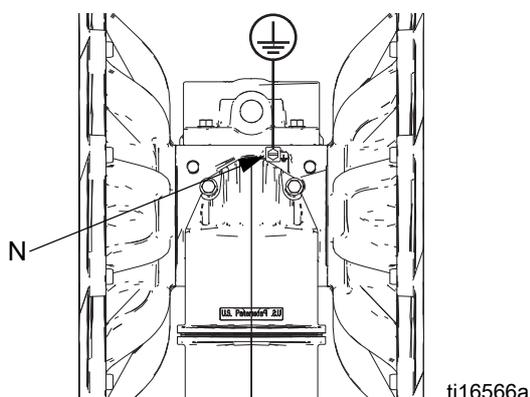

рис. 3. Винт и провод заземления
- Н Винт заземления (только модели из алюминия и нержавеющей стали, см РИС. 3, стр. 10)
Насос. См. рис. 3. Ослабьте винт заземления (N). Вставьте один конец провода заземления не менее 12 га за винт заземления и надежно затяните винт. Подсоедините конец провода заземления с зажимом к действительному грунтовому заземлению. Провод и зажим заземления, деталь 238909, предоставляются компанией Graco.